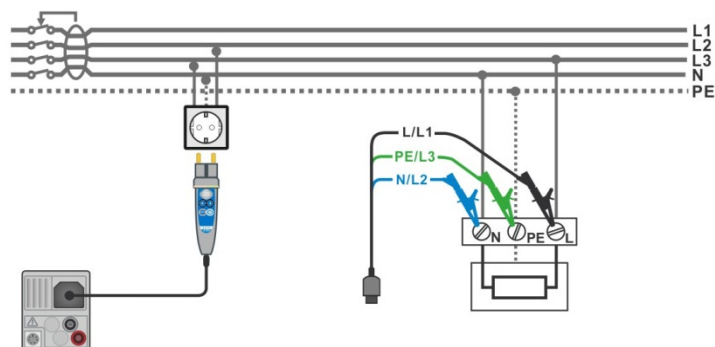

Рисунок 7.23: Подключение щупа «commander» с вилкой и 3-проводного измерительного кабеля.
- Подключите измерительный кабель или щуп «Commander» к испытываемому объекту, см. **Рисунок 7.23: Подключение щупа «commander» с вилкой и 3-проводного измерительного кабеля.**
- › Подключите измерительный кабель или щуп «Commander» к испытываемому объекту, см. **Рисунок 7.23: Подключение щупа «commander» с вилкой и 3-проводного измерительного кабеля.**
<ul style="list-style-type: none"> <li>• Вызовите функцию УЗО Auto (автоматическое испытание УЗО).</li> <li>• Установите параметры/ пределы испытаний.</li> <li>• Подключите измерительный кабель к прибору.</li> <li>• Подключите измерительный кабель или щуп «Commander» к испытываемому объекту, см. Рисунок 7.23: Подключение щупа «commander» с вилкой и 3-проводного измерительного кабеля</li> <li>• Запустите измерение.</li> </ul>	Начало испытаний